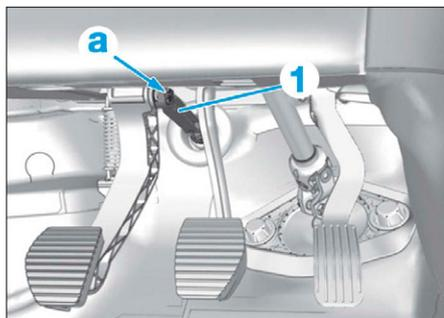

FIG. 12
- Déclipper la tige (1) du cylindre émetteur en (a) (Fig.12).